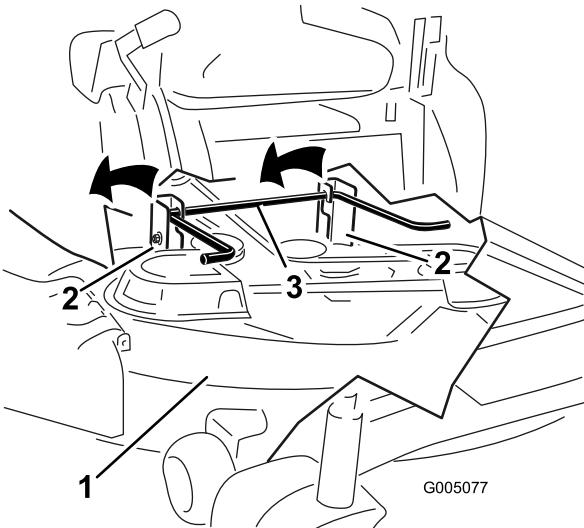

Figure 57
- 6. Soulevez et déposez le tablier de coupe et les supports de la tige de levage arrière et abaissez le tablier au sol avec précaution (Figure 57).
5. Soulevez l'arrière du tablier de coupe et guidez les supports sur la tige de levage arrière (Figure 57).